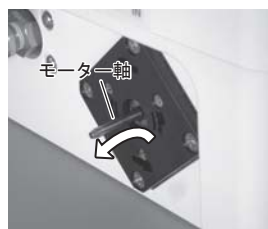

図 2
- モータ軸の汚れや水分を拭き取る際は、図 2 のように根元から拭きあげてください。